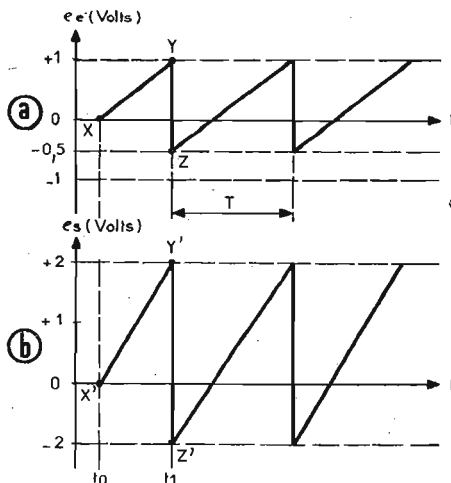

FIG. 4
Soit la tension e_e de (A) figure 4. Elle varie entre $-0,5$ V et $+1$ V. La tension de sortie e_s peut être considérée comme ayant la même « forme » que la tension d'entrée e_e à condition que l'on donne au mot « forme » le sens suivant : même loi de variation en fonction du temps, autrement dit, en écrivant que :
Il est clair que dans le cas des deux tensions de la figure 4, on a : $a = 2$. Ainsi, pour les points homologues Y et Y', on a $e_s = +1$ V et $e_s = +2$ V ; pour les points Z et Z', on a $e_s = -0,5$ V et $e_s = -1$ V.